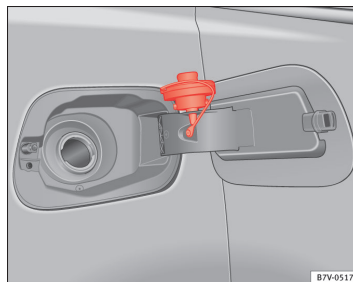

Fig. 165 Åben tankklap med tankdæksel
- Skru tankdækslet af mod venstre, og sæt det fast i den dertil beregnede åbning på tankklappens hængsel ⇒ Fig. 165.